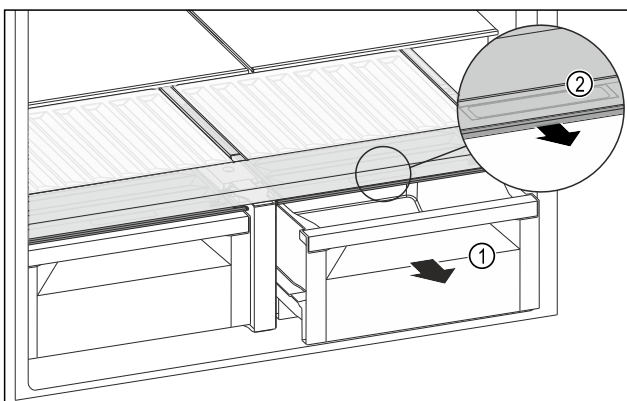

Fig. 135
- ▶ Schubfach Fig. 135 (1) herausziehen.
- ▶ Griffmulde Fig. 135 (2) am Fachdeckel anfassen und Fachdeckel gleichzeitig nach vorne ziehen.